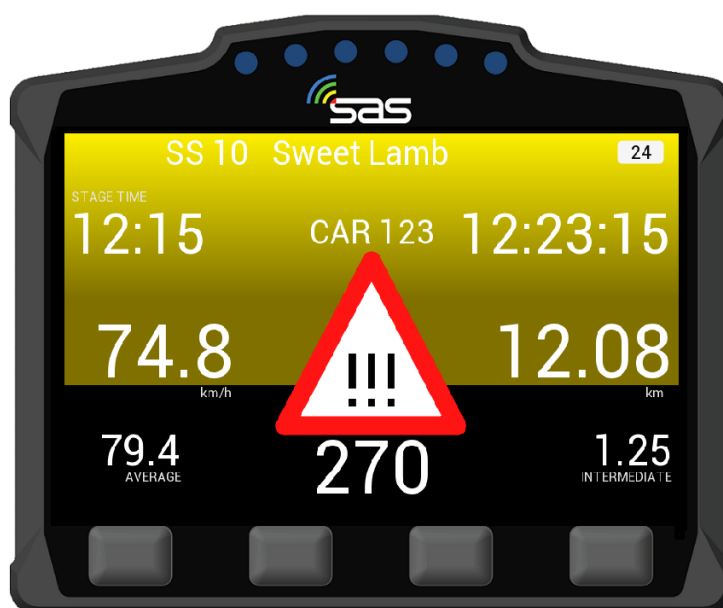

BILD 21: Warnung - Fahrzeug steht auf / neben der Strecke, Status noch nicht bestätigt **HAZARD**
1. Fahrzeug steht auf / neben der Strecke – **Status noch nicht bestätigt** **HAZARD** [Bild 21]
Nähern Sie sich diesem Fahrzeug vorsichtig, da die Strecke teilweise oder komplett blockiert sein könnte [Bild 21].